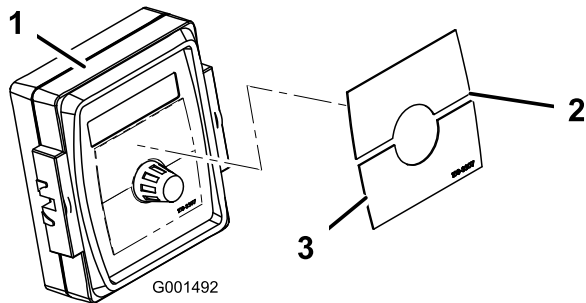

Figura 25
4. Aplique la pegatina Spray Pro al monitor (Figura 25).